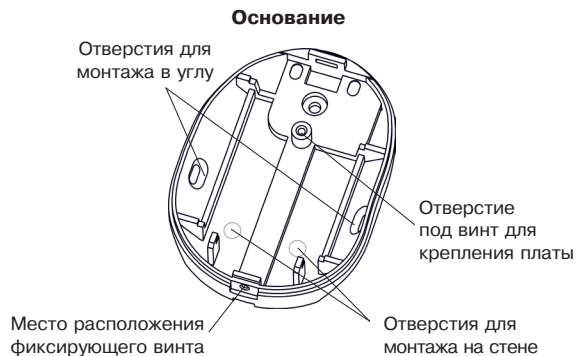

Рисунок 2
- просверлите в основании корпуса отверстия (рисунок 2), которые будут использоваться для крепления извещателя;